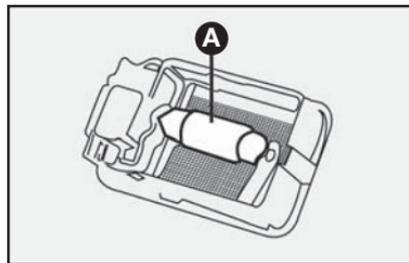

fig. 72
- 3) retirar a lâmpada A puxando-a de sua sede **fig. 72**.